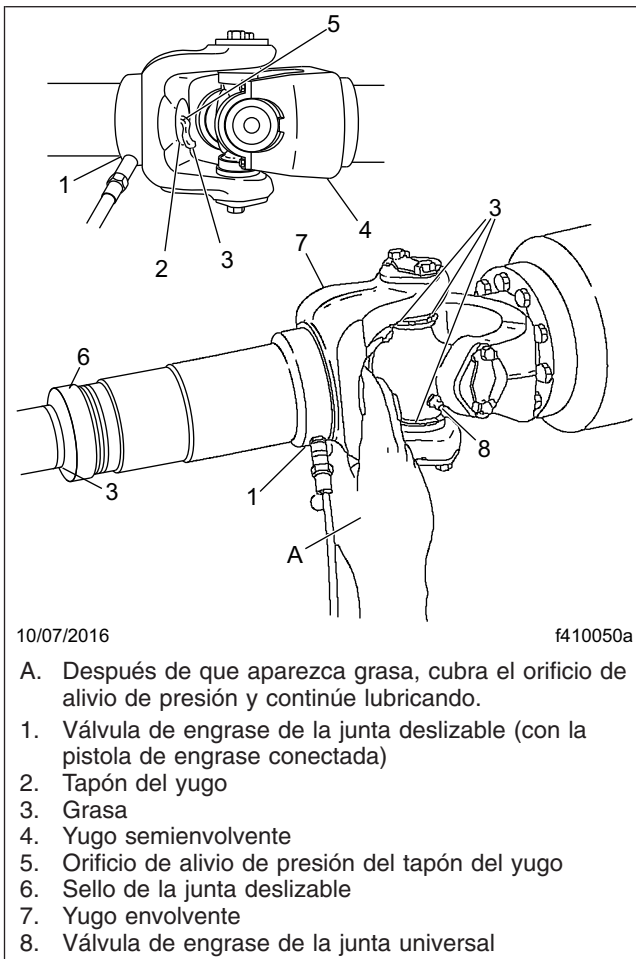

Figura 6, Lubricación de la junta deslizable y la junta universal
9. En el caso de los ejes cardán con juntas deslizables, asegúrese de que el tapón del yugo no esté flojo o falte. Vea la **Figura 6**. Repare o reemplace el tapón del yugo según sea necesario. Si falta el tapón del yugo, es posible que el eje estriado haya golpeado el tapón y lo haya desprendido; póngase en contacto con la oficina de servicio de su zona (Regional Service Office)
2. Limpie toda la grasa vieja y la suciedad de cada válvula de engrase de la junta universal. Vea la **Figura 6**.
1. Si la junta deslizable posee una válvula de engrase, limpie la grasa vieja y la suciedad de la misma. Vea la **Figura 6**.
2. Utilice una pistola de engrase de mano, o una pistola de alta presión con un adaptador para baja presión, para lubricar la junta deslizable. Agregue grasa multiuso para chasis (formulada con 12-hidroxiestearato de litio, grado 2 del NLGI, con aditivos EP) hasta que aparezca por el orificio de alivio de presión del tapón del yugo. A continuación tape el orificio de alivio con el dedo, mientras continúa aplicando grasa a presión con la pistola de engrase, hasta que aparezca grasa nueva por el sello de la junta deslizable. Vea la **Figura 6**. Esto asegura la completa lubricación de las estrías.